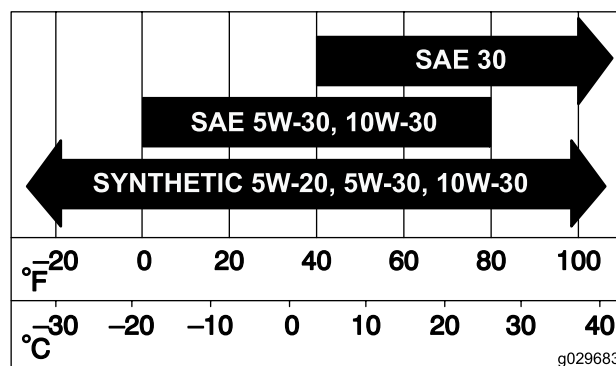

Figure 72
3. Ouvrez les dispositifs de verrouillage du filtre à air et détachez le couvercle du boîtier du filtre (Figure 72).
5. Sortez l'élément filtrant du boîtier du filtre avec précaution (Figure 72).
2. Introduisez le filtre dans le corps du filtre avec précaution (Figure 72).
3. Remettez en place et verrouillez le couvercle du filtre à air (Figure 72).